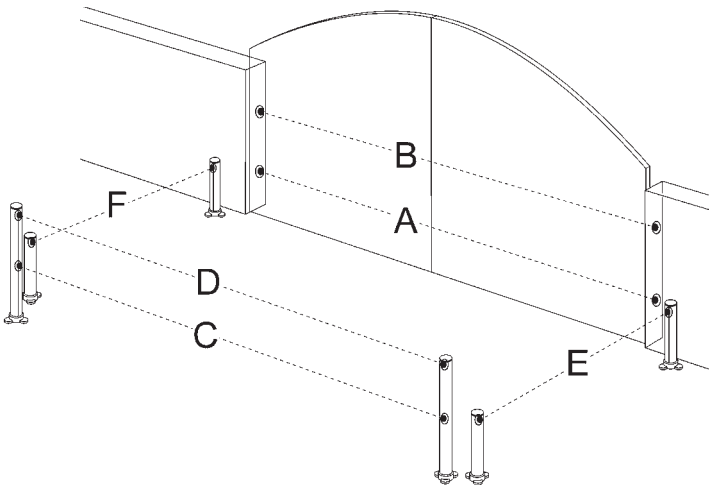
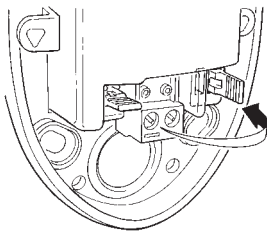

Figura 64
Figura 65
In qualsiasi momento è possibile installare ulteriori fotocellule oltre a quelle già fornite di serie con WU2. In un automatismo per cancelli a 2 ante è possibile porle secondo quanto rappresentato in Figura 64.
- 2 Individuare la posizione in cui sono installate in base alla Figura 64 ed eseguire il ponticello secondo la Tabella 11. I ponticelli non usati vanno riposti nel vano a loro riservato per poter essere riutilizzati in futuro (Figura 65).